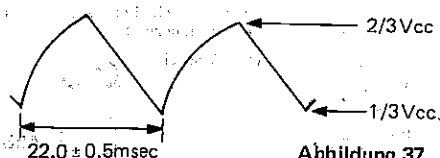

Abbildung 37.
3. R738 (Puffer) entsprechend den Anforderungen in Abbildung 37 angegeben, einstellen.